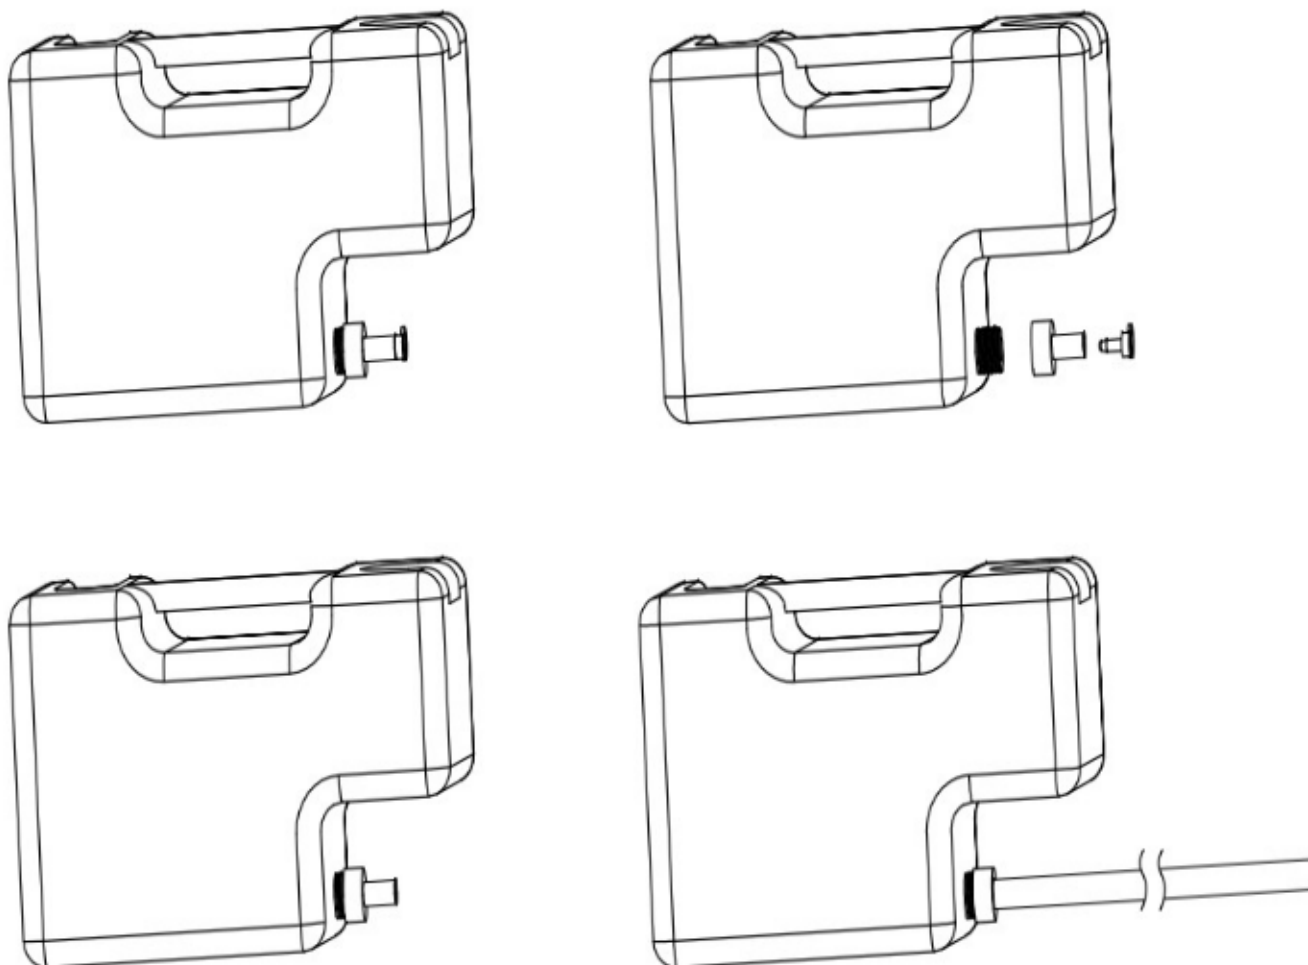

*Rys. 2 Montaż uchwyty*
2. Montaż uchwyty: Obróć uchwyt o 180\* w osi poziomej i za pomocą dwóch śrub zamocuj uchwyt do obudowy jak na rys. 2